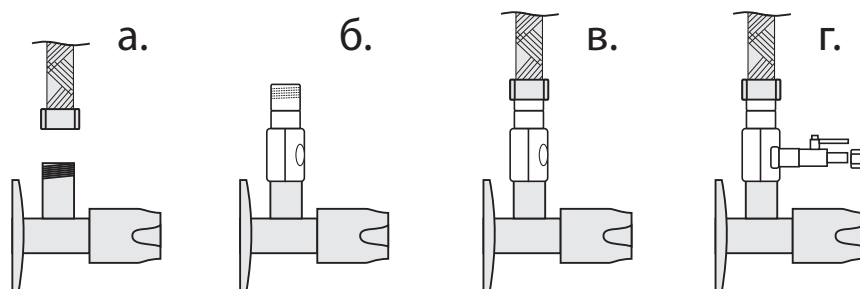

Рис. 5
2. Подставьте таз под то место, где Вы планируете ставить переходник. Самое удобное место для монтажа – это место соединения водопроводной трубы с подводкой к смесителю. Эта подводка, как правило, гибкая. Ослабьте обжимную гайку подводки и дайте оставшейся в трубе воде вылиться в таз. Открутите гайку до конца (рис. 5 а).
5. Накрутите переходник на трубу (рис. 5 б) и присоедините гибкую подводку от смесителя (рис. 5 в).
7. Вкрутите вентиль в переходник (рис. 5 г).